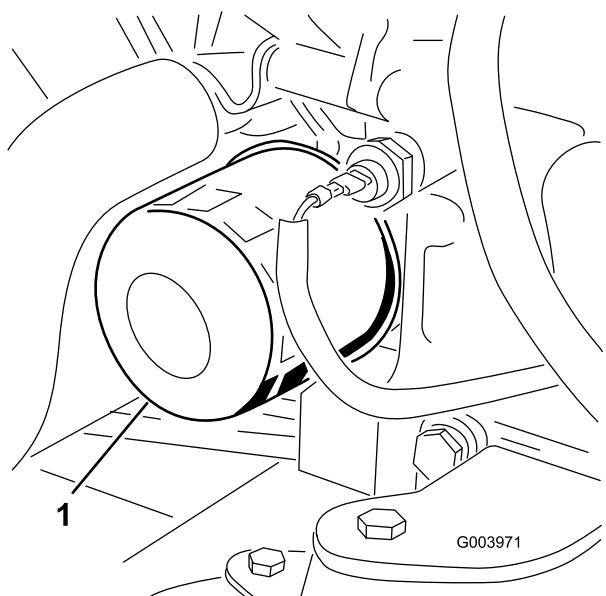

Рисунок 64
- Снимите масляный фильтр (Рисунок 64).